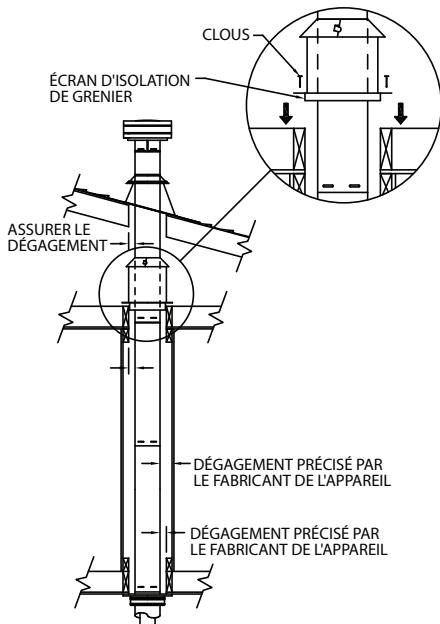

Figure 19
(1) Pour les installations verticales à plusieurs étages, un coupe-feu de plafond est exigé pour tous les étages (*Fig. 19*). Se reporter au *Tableau 1, page 8*. Découper et armer une ouverture carrée pour installer le coupe-feu du plafond.
(2) Si le conduit de ventilation traverse des zones occupées au-dessus du premier étage, y compris des placards et espaces de rangement, il doit être encastré. La châsse peut être charpentée et murée avec des matériaux de construction standard, mais les espacements requis aux matières combustibles doivent être maintenus.
(3) Si le système de ventilation passe par un espace de grenier, l'écran d'isolation de grenier ou une châsse doivent être installés pour empêcher tout contact entre les sections de tuyau et l'isolation ou d'autres débris. Pour l'écran d'isolation de grenier, clouer la base au plancher de grenier et ajuster l'écran à un niveau d'isolation approprié, puis fixer le collet au-dessus de l'ensemble (*Fig. 19*).